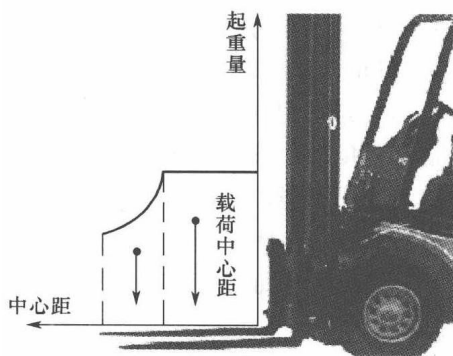

图 1-11 载荷中心距
(1) 额定起重量 允许安全起升或搬运货物的最大质量，以 t(或 kg)表示。目前市场使用的叉车大多是 5t 以内的叉车。
(2) 载荷中心距 额定起重量货物的重心至货叉垂直段前表面的水平距离，称为载荷中心距(以 mm 表示)，如图 1-11 所示。